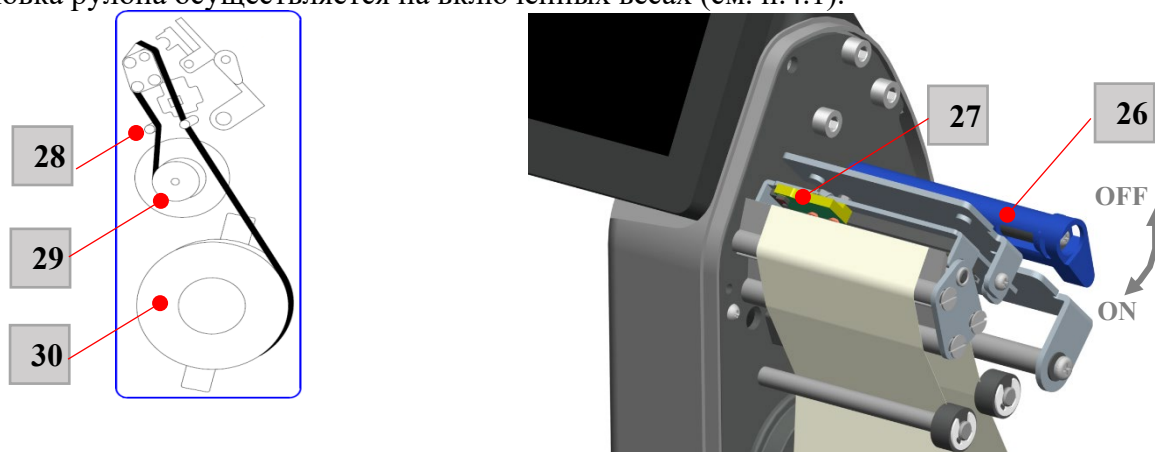

Рисунок 5 – Схема установки рулона этикеток
☞ При расположении весов старайтесь избегать попадания прямых солнечных лучей на сенсорный экран [1] и датчик отрыва этикетки [27] (см. рис. 5).
- откройте крышку печатающего устройства [12] (на рис.5 не показана);
- наденьте рулон на держатель [30] и протяните конец ленты через лентопротяжный механизм и принтер согласно схеме (см. рис. 5);